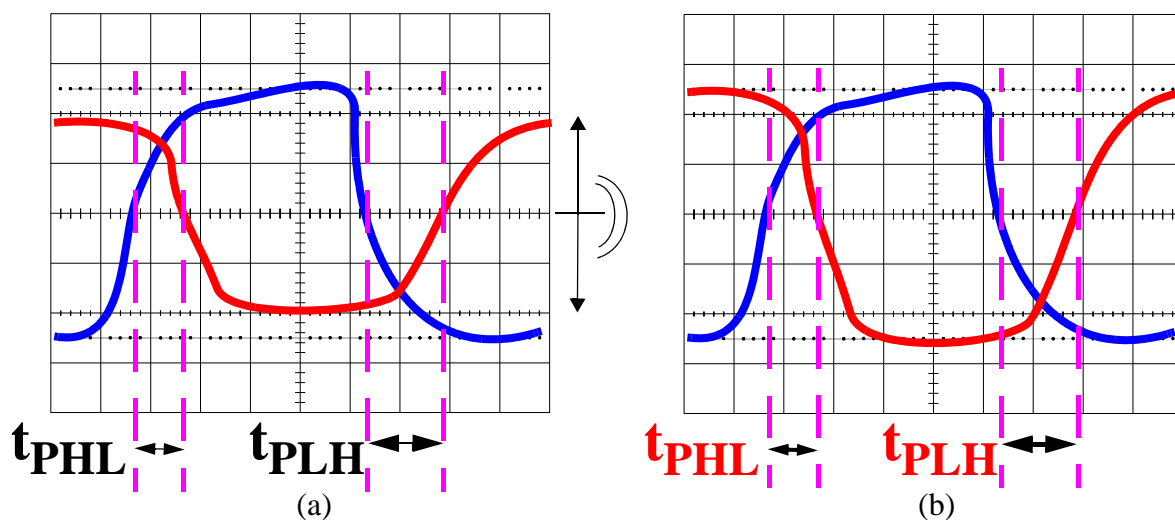

Figura 22: Medida del tiempo de propagación en el osciloscopio
- 2/ Desplazar las señales para que sus valores H y L sean simétricos respecto al eje central de la pantalla. Así, ese eje central señala el paso del 50% de la señal (ver Figura 22.a; las señales no se ven cuadradas por la escala de tiempo, ver punto 3). Estrictamente habría que situar cada señal para que oscilara entre las líneas de puntos de la pantalla marcadas como del 0% y del 100% (Figura 22.b), pero la mera observación de la simetría suele dar resultados suficientemente precisos.
- 4/ Medir  $t_{PLH}$  y  $t_{PHL}$  como los intervalos de tiempo desde el cruce de entrada hasta el de salida (Figura 22)